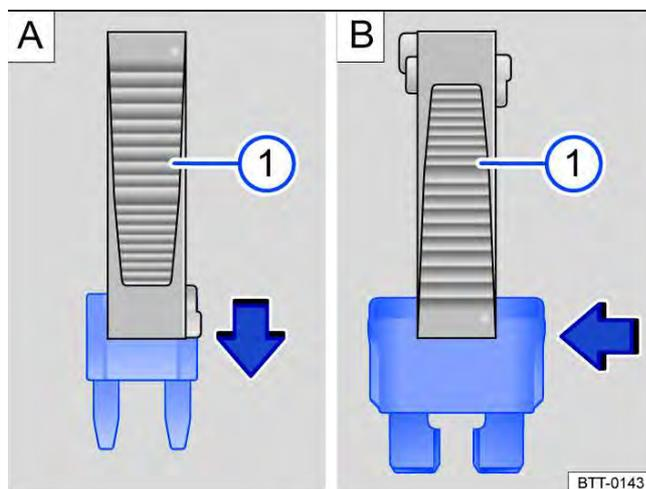

Fig. 153 Remover ou instalar um fusível com a garra da pinça de plástico ①.
- Se necessário, retirar a pinça de plástico → Fig. 153 ① do suporte. O suporte se encontra na parte traseira da caixa de fusíveis perto da tomada de conexão para diagnóstico.
- Em caso de *fusíveis pequenos*, encaixar a garra ① por cima → Fig. 153 A.
- Em caso de *fusíveis maiores*, empurrar a garra ① lateralmente sobre o fusível → Fig. 153 B.